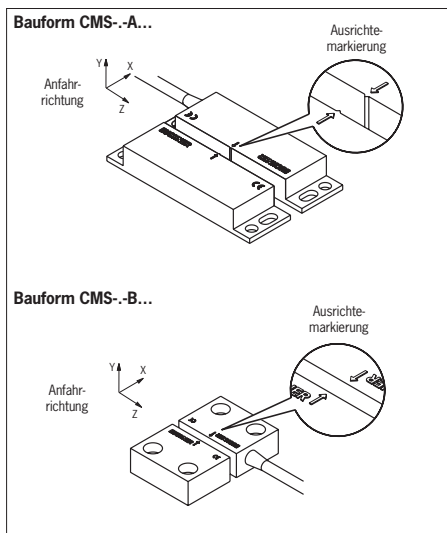

Bild 1: Ausrichtung Lesekopf und Betätiger
- ▶ Bei geringer Anfahr-geschwindigkeit zwischen Lesekopf und Betätiger sollte die Anfahr-richtung Z (siehe Bild 1) vermieden werden.